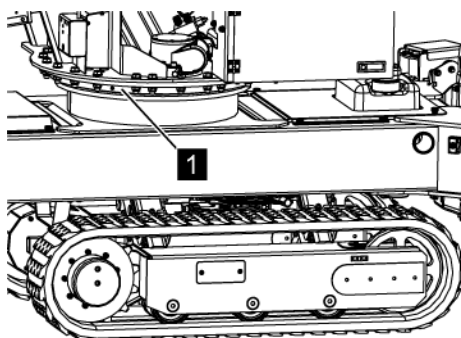

Abb. 233: Drehkranz schmieren
2. Mit der Fettpresse an den Schmiernippeln (4 Stück) des Drehkranzes (Abb. 233/1) Mehrzweckfett einpressen.